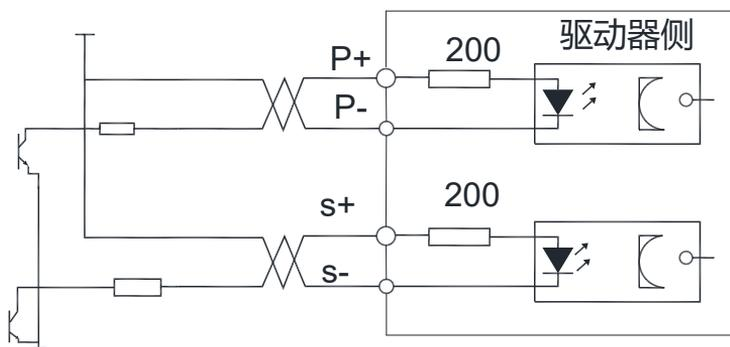

图 4- 6-3b: Type3 脉冲量输入接口的单端驱动方式
- 为了正确地传送脉冲量数据，以及提高系统抗干扰能力，建议采用(图4- 6-3a)差分驱动方式；